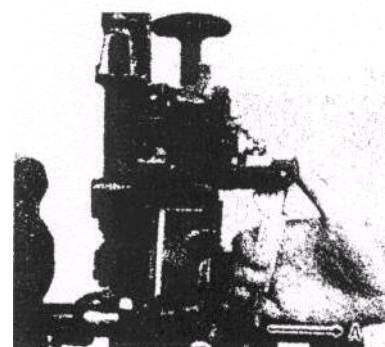

рис.8
- а) Переведите наружу кронштейн системы расцепления в направлении А, чтобы раскрылись гнезда для установки плашек (рис. 8).